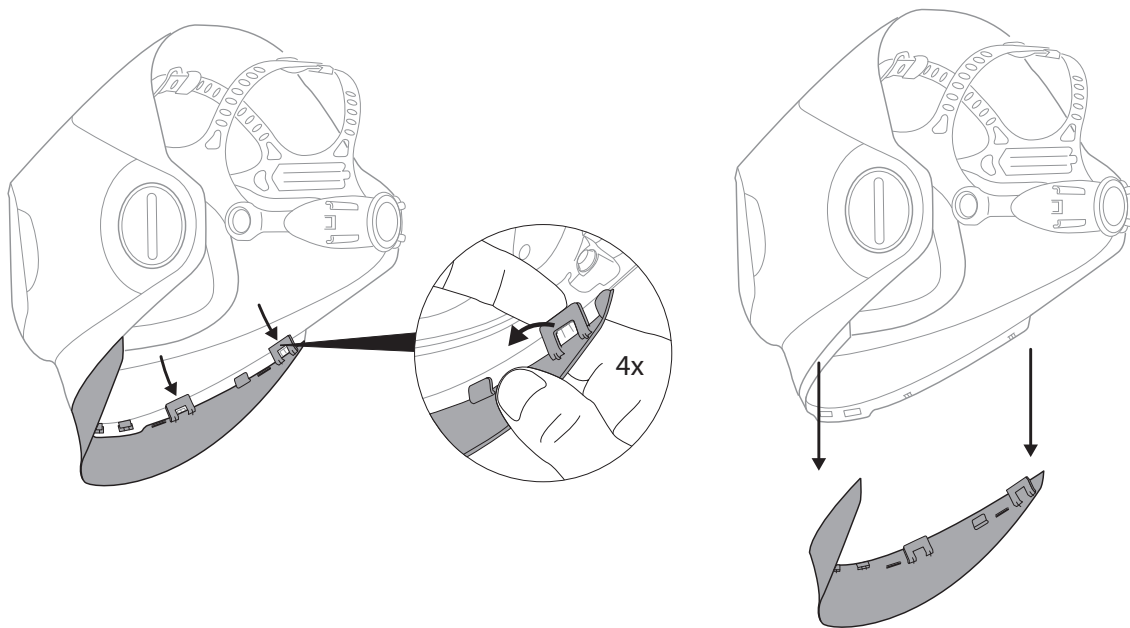
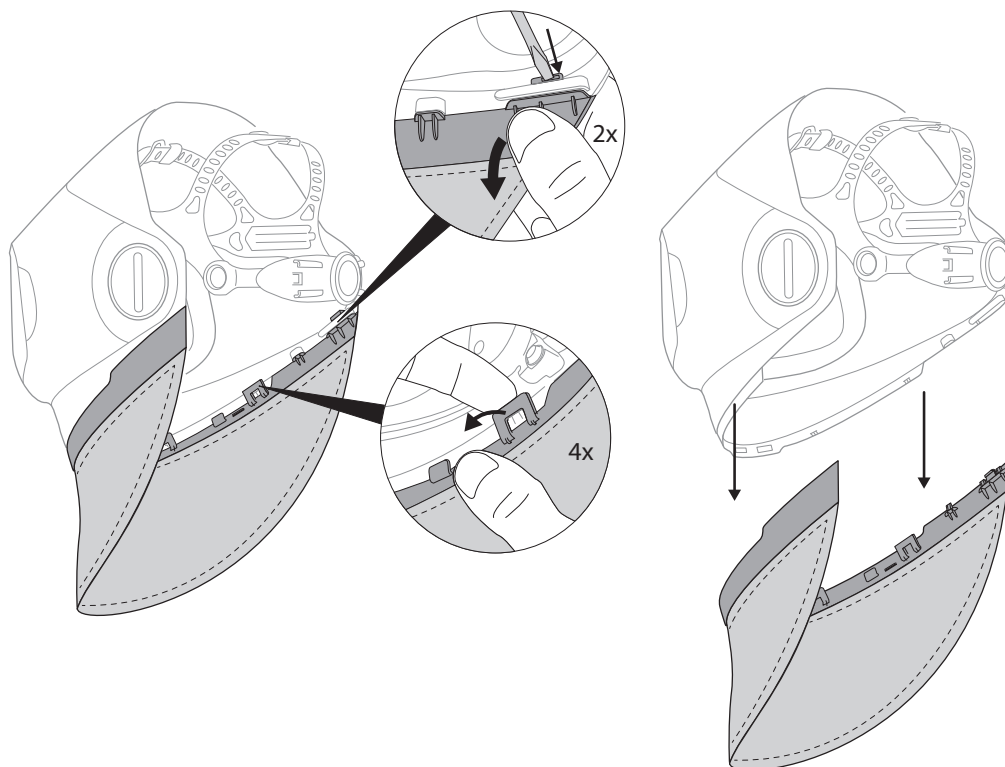

Fig. 30a
Fig. 30e
- b. Lorsque les attaches ont été désengagées, le protecteur pour le cou peut être retiré du masque de soudeur (Fig. 30a).
- e. Pour retirer le protecteur pour le cou en tissu ou en cuir, il faut utiliser un petit outil (comme un tournevis ou une petite pointe) pour pousser les attaches de retenue externes et les dégager du masque de soudeur (Fig. 30e). Les quatre petites attaches peuvent ensuite être retirées comme l'indique la Fig. 30a.